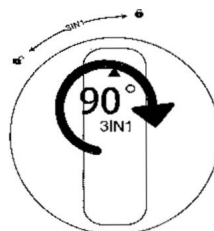

Figure 7
6. Drücken Sie vorsichtig auf das Filterelement und drehen Sie es um 90° im Uhrzeigersinn. Stellen Sie sicher, dass das Dreieckssymbol oben auf dem Filterelement auf das  Symbol zeigt (siehe Abbildung 7).